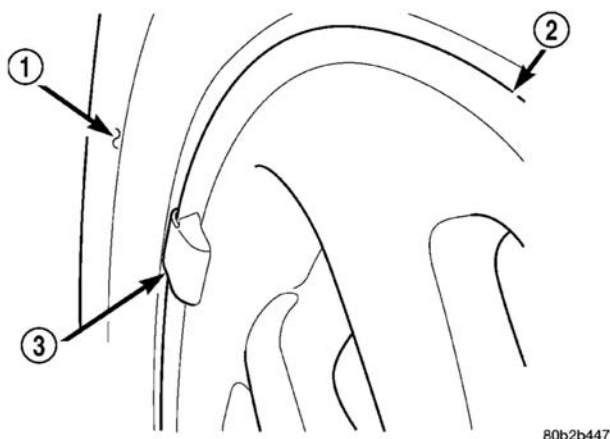

图 1 铝车轮配重
- 验证 (OEM) 车轮和轮胎以及车轮重量是否正确。铝车轮要求独特的车轮配重。其设计与车轮的轮廓相配 (图 1)。